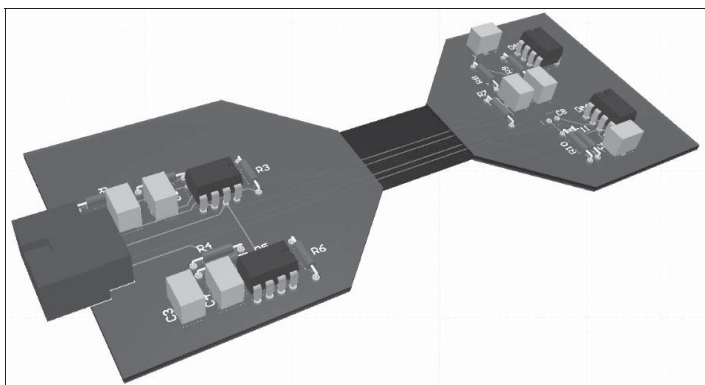

Рис. 12.8. Вид, повторяющий положение платы в PCB-документе
- **Take Current Camera Position** — принять текущее положение камеры. По щелчку на этой кнопке устанавливается вид в том положении, в котором 3D-плата показана в РСВ-документе (рис. 12.8);